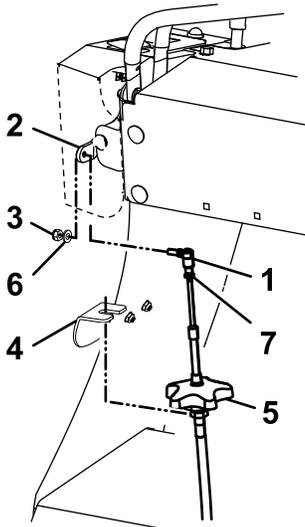

Figure 6
1. Vérifiez que la rotule de câble est solidement fixée au câble et montez-la sur le bras de commande avec une rondelle et un contre-écrou (1/4 po), comme montré à la Figure 6.
6. Déplacez le levier de commande de débit d'avant en arrière en vérifiant que le bras de la trappe s'ouvre et se referme complètement. S'il ne se ferme pas, desserrez le bouton et/ou les écrous pour régler le câble jusqu'à ce que la trappe se ferme complètement; resserrez tous les composants. Vérifiez que l'écrou de blocage est solidement serré contre la rotule du câble une fois tous les réglages effectués (Figure 6).